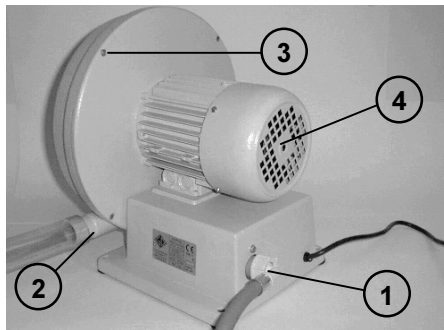
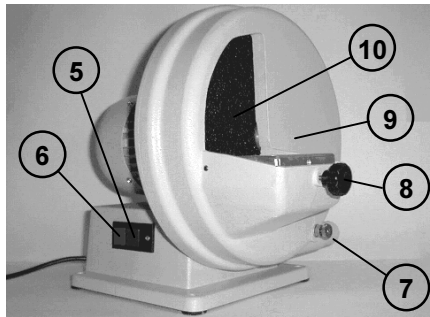

Abb. 1
Abb. 2
- a) Schlauch zum Wasseranschluß auf den Gewindestutzen (1 in Abb. 1) an der Geräterückseite stecken - nur Modell TRIM-1
- b) Schlauch zum Restwasserablaß auf den entsprechenden Anschluß (2 in Abb. 1) stecken - nur Modell TRIM-1 - und das andere Schlauchende in eine Abscheidewanne einführen oder das
- c) Absaugsystem (Gebrauchsempfehlung AIR-BOX DE GIORGI) auf den entsprechenden Anschluß (2 in Abb. 1) stecken - nur Modell TRIM ECO DISK
Zum Einschalten des Geräts die Taste "I" (5 in Abb. 2) betätigen.
Nach dem Gebrauch muß das Gerät durch Taste "O" (6 in Abb. 2) auf OFF gestellt werden.
Das Gerät ist zum Einsatz in zahntechnischen Labors konzipiert. Die zur Aufnahme des Werkstücks vorgesehene Platte (9 in Abb. 2) lässt sich über drei Bohrungen durch den Feststellknopf (8 in Abb. 2) in drei Bearbeitungswinkel schwenken ($90^\circ \pm 10^\circ$).
- Beim Betrieb des Gerätemodells TRIM ECO DISK muß der Schleifstaub durch die Absauganlage am Anschluß (2 in Abb. 1) entsorgt werden. Der Hersteller empfiehlt das Absaugsystem AIR-BOX DE GIORGI.
- a) Starttaste (5 in Abb. 2)
- b) Stopptaste (6 in Abb. 2)
Beim Einschalten des Geräts wird die Wasserzufuhr vom Anschluß (1 in Abb. 1) betätigt. Die Regelung der Wassermenge erfolgt durch den vorderen Hahn (7 in Abb. 2) (nur Modell TRIM-1).